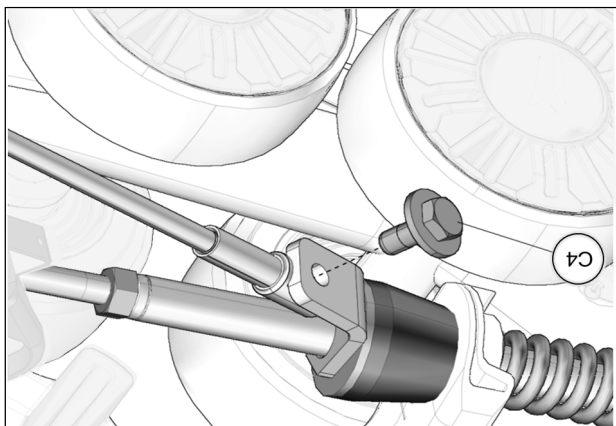

Fig. 27
17. Tourner légèrement le volant dans le sens contraire jusqu'à ce que le câble puisse être fixé à la plaque de support en utilisant le boulon (C4) fourni. Serrer à un couple de 35 N•m [24 lb•pi]. Voir la Fig. 27. Effectuer le même exercice du côté droit.